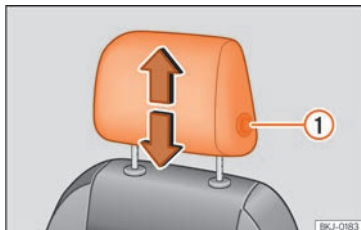
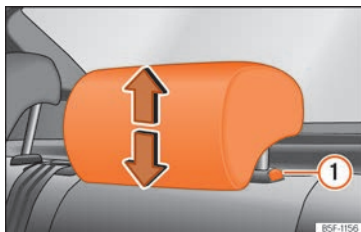

Abb. 68 Vordersitz: Kopfstützeinstellung.
Abb. 69 Kopfstütze hinten: Kopfstützeinstellung.
Sie zum Absenken auf gleiche Weise vor und drücken Sie die seitliche Taste ① » » (Abb. 68) , » » (Abb. 69).